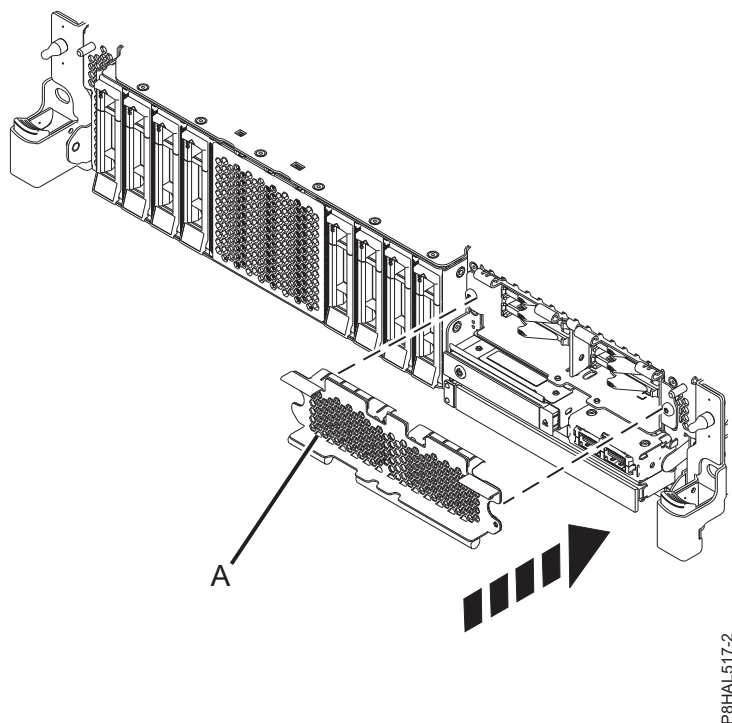

Figura 69. Com tapar el receptacle de l'SSD en un sistema de funció expandida
3. Si cal, tapeu el receptacle de l'SSD amb la placa perforada (**A**) tal com es mostra a la Figura 69 a la pàgina 72.